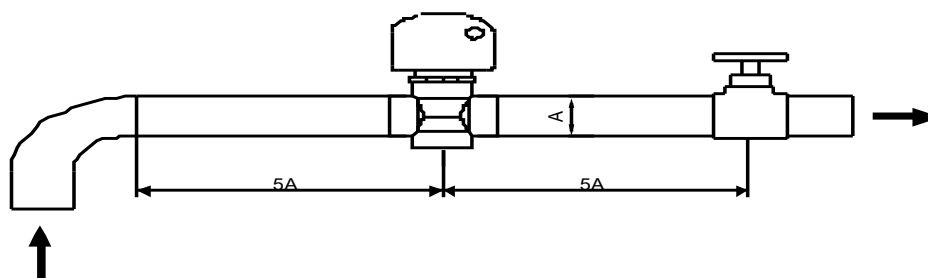

Figura 8
- O interruptor de fluxo deve ser instalado em uma tubulação reta e deve haver mais de cinco vezes o comprimento do diâmetro do tubo em ambos os lados do interruptor de fluxo (consulte a Figura 8 abaixo). A direção do fluido deve seguir a seta no controlador. O bloco de terminais deve ser instalado em uma posição fácil de operar.